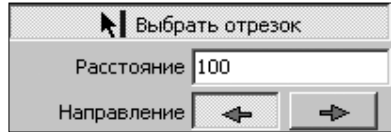

Рис. 6.4
- **Отрезок, расстояние, направление** (рис. 6.4). В этом случае выбирается отрезок, параллельно которому будет осуществляться перемещение, задается расстояние и выбирается направление.